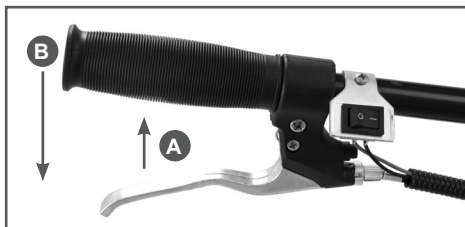

Рис. 17 Рычаг газа
6. левой рукой нажмите и удерживайте рычаг газа в нажатом состоянии (А) (Рис. 17). Одновременно нажмите на рукоятку управления вниз (В) (Рис. 17) для того, чтобы фрезы мотокультиватора приподнялись над землей.